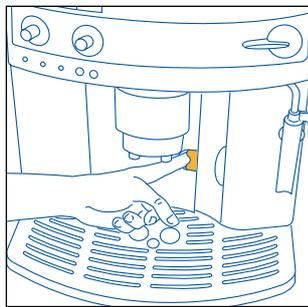
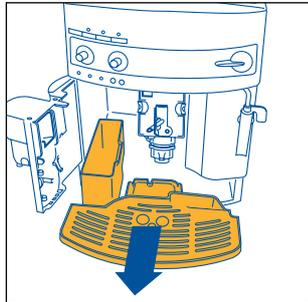

Fig. 15
Fig. 16
NOTA 7: A máquina conta o número de cafés tirados. A cada 14 cafés normais (ou 7 duplos), a luz piloto 📊 acende-se fixamente (cap. 12 ponto 3), indicando que o recipiente de borras está cheio de pastilhas e que é, assim, necessário esvaziá-lo e limpá-lo. Enquanto não limpar a gaveta de borras, a luz manter-se-á acesa e a máquina não poderá fazer o café. Para efectuar a limpeza, abra a porta de serviço situada na parte frontal, puxando a pega própria (fig. 15); a luz ⚠ intermitente acender-se-á (consulte o par. 12, ponto 9); retire depois a pingadeira (fig. 16), esvazie-a e limpe-a. Esvazie e limpe cuidadosamente a gaveta de borras, tendo o cuidado de remover todos os resíduos que possam estar depositados no fundo. Seque também as eventuais gotas de condensação que estejam depositadas no interior da máquina sob a pingadeira. **IMPORTANTE: Sempre que retirar a pingadeira, é OBRIGATÓRIO esvaziar o recipiente de borras de café, ainda que este esteja pouco cheio. Se esta operação não for efectuada pode acontecer que, quando tirar os cafés seguintes, o recipiente de borras se encha mais do que o previsto e que a máquina fique obstruída com pastilhas saturadas.**
- Abra a porta de serviço (fig. 15);
- Retire a pingadeira e o recipiente de borras (fig. 16) e lave-os;